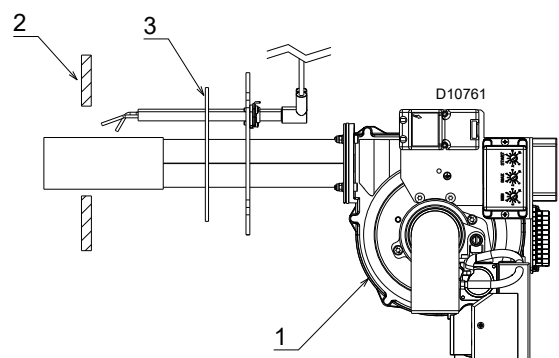

Abb. 7
- den Brenner 1) (Abb. 7) mit den 4 mitgelieferten Schrauben und (bei Bedarf) den 4 Muttern unter Einfügen der Isolierdichtung 3) am Generator 2) anbringen.